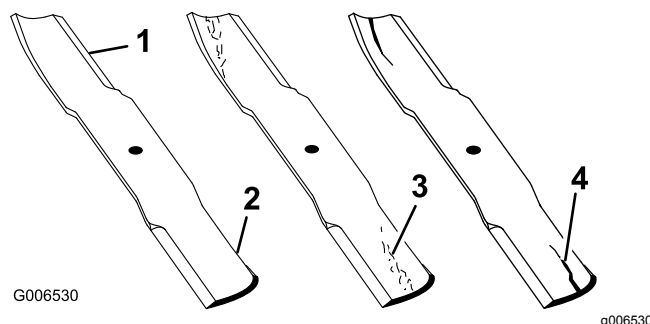

Figura 55
1. Controllate i taglienti (Figura 55).
4. Se notate la formazione di crepe, usura o una fessura in quest'area, montate immediatamente una lama nuova (Figura 55).